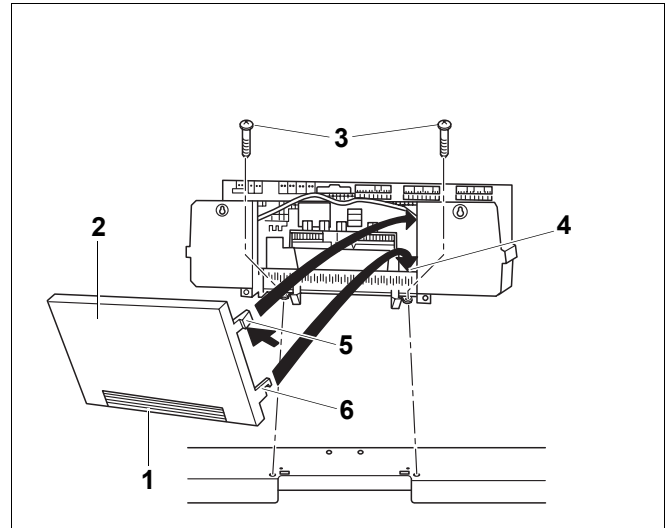

Рис. 20 Крепление системы управления Logamatic 4000
- Снимите заднюю стенку (рис. 20, **поз. 2**).
При необходимости можно выломать или вырезать заглушку (рис. 20, **поз. 1**) на задней стенке (рис. 20, **поз. 2**) системы управления.
- Установите оба нижних крюка (рис. 20, **поз. 6**) справа и слева на задней стенке (рис. 20, **поз. 2**) шлицом на верхнюю кромку рамки с хомутами.
- Слегка нажмите верхние эластичные крюки (рис. 20, **поз. 5**) внутрь (по стрелке) и вставьте заднюю стенку (рис. 20, **поз. 2**) так, чтобы оба крюка защелкнулись.
- Установите крышку клеммного щитка и закрепите ее 2 винтами (рис. 20, **поз. 3**).